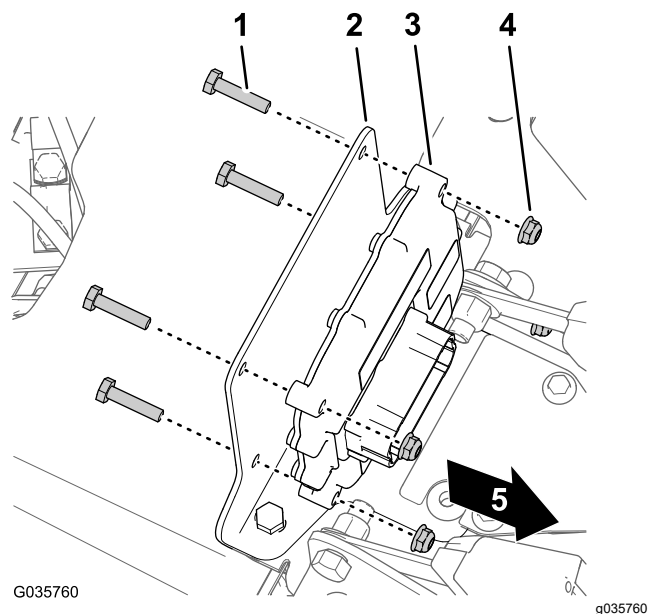

Figura 31
- Para máquinas de 2015 y anteriores: ubique el tapón de troquel entre las mitades interiores del cinturón del asiento del operador y del pasajero y retire el tapón de la base de la consola (Figura 31).
- Monte el controlador electrónico en el soporte de montaje (Figura 31) con 4 pernos ($\frac{1}{4}$ " x $1\frac{1}{8}$ ") y 4 contratuercas ($\frac{1}{4}$ ").